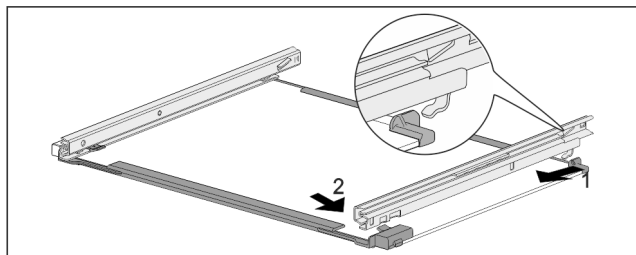

Fig. 151 Ripiano in vetro con guide
- ▶ Agganciare la guida sul lato posteriore. Fig. 151 (1)
- ▶ Innestare la guida sul lato anteriore. Fig. 151 (2)